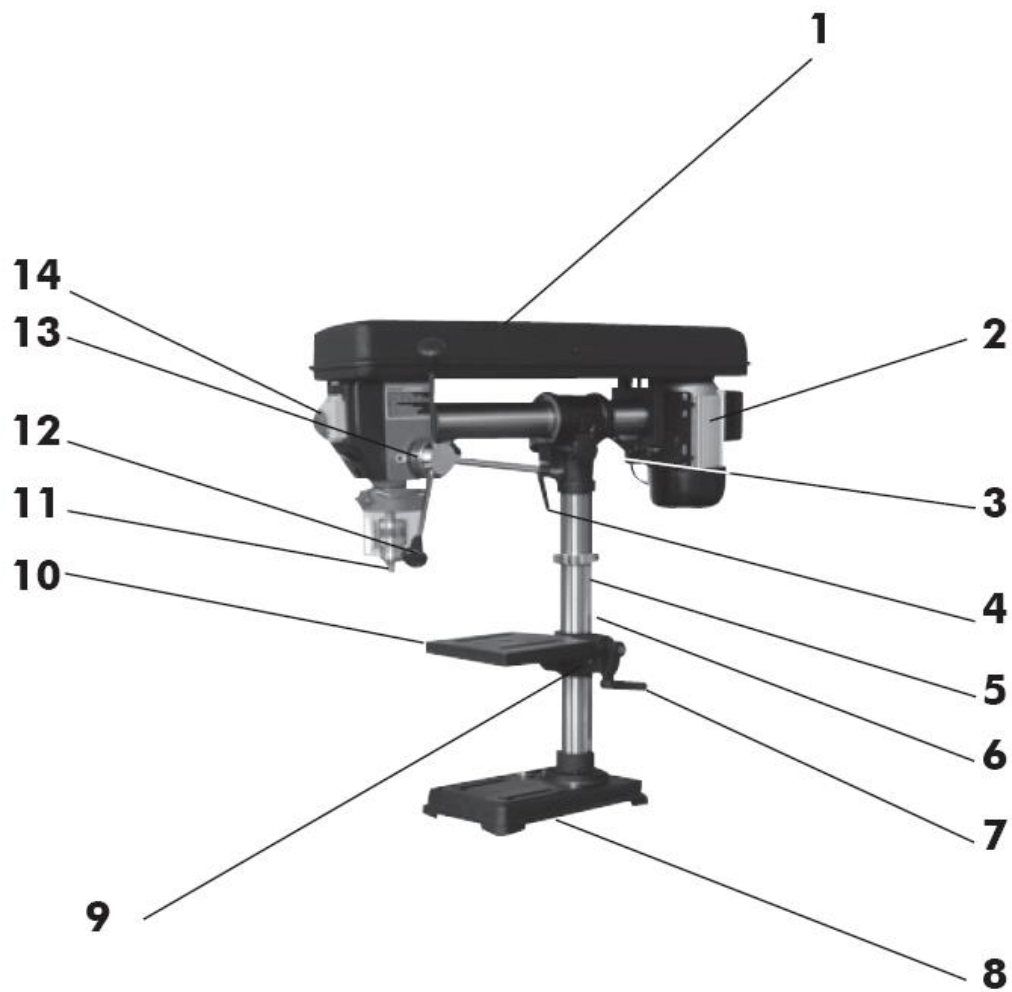

Abb. 1.2/Fig. 1.2
17.3 Descripción de SB 3116RMN Fig. 1.2